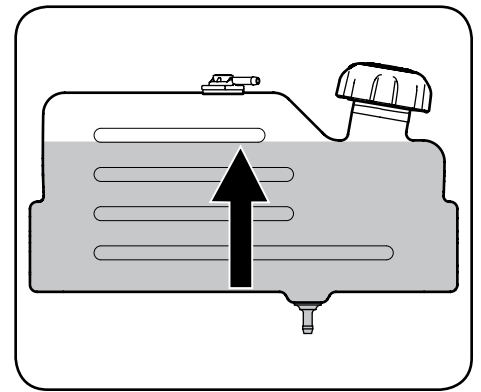

Figura 2-23
- Cargue el depósito de combustible con gasolina. Sólo se debe utilizar gasolina limpia, nueva (con menos de 30 días de antigüedad) y sin plomo. Llene el depósito hasta la base del cuello de llenado dejando espacio para la dilatación del combustible. **NO LLENE EL DEPÓSITO DE COMBUSTIBLE AL MÁXIMO.** Consulte la Figura 2-23.